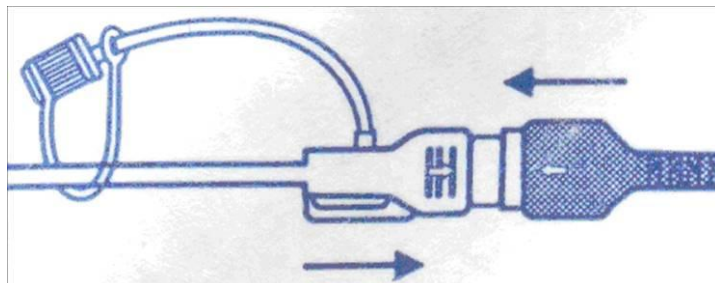

Figure 7-6 Branchement du cathéter au câble de connexion
- 4) Connecter le CIUP au câble de connexion. Voir figure 7-6.